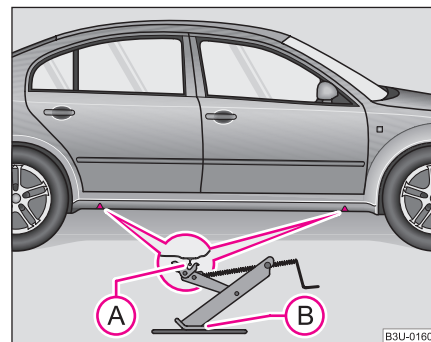

Fig. 191 Înlocuirea roții: Puncte pentru fixarea cricului
- Pentru ridicarea autovehiculului căutați punctul de fixare a cricului cel mai apropiat de roata defectă ⇒ pagina 249, fig. 191.
- Așezați cricul astfel încât gheara acestuia să cuprindă elementul vertical de sub prag (A), și suprafața de sprijin a cricului (B) să se afle complet pe sol.